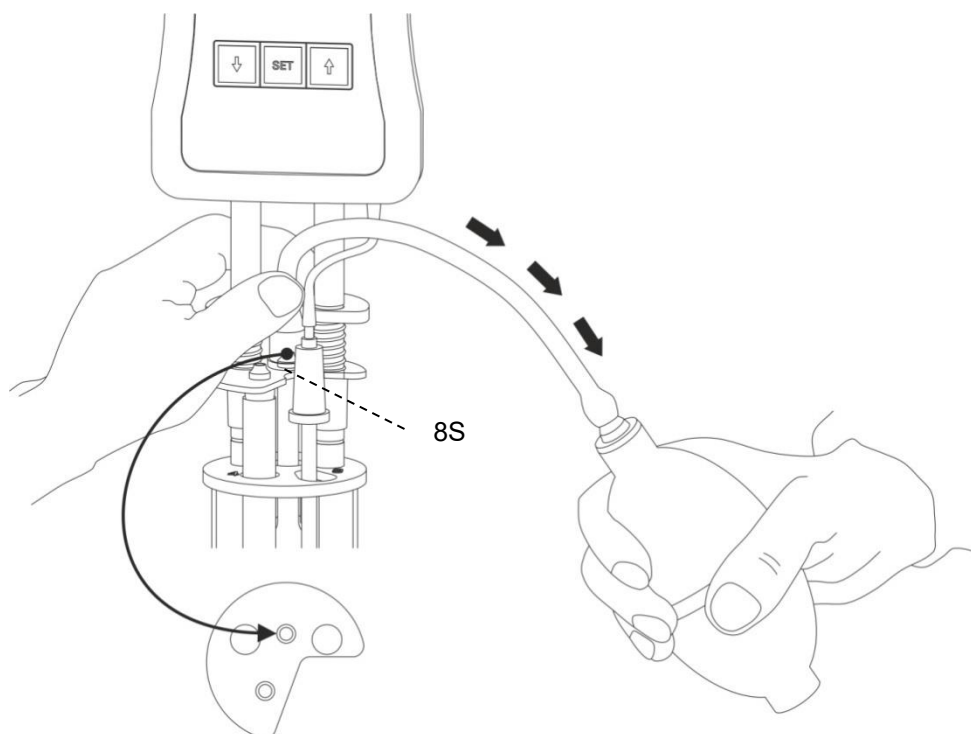

Fig. 9 Mode de travail en aspiration, avec la pompe manuelle VZ 6554
**Après avoir appuyé sur la touche de démarrage (16), ne plus pomper de liquide d'échantillon avec la pompe manuelle dans la boule de mesure!** La valve d'aération incluse du ViscoClock *plus* est ouverte. En cas d'utilisation de viscosimètre Ubbelohde (avec tube d'aération) et mode avec pression, l'échantillon serait pompé via le tube d'aération dans le ViscoClock *plus*. **Ceci résulte en un endommagement de l'appareil!**
- (b) sur le bouchon en silicone 8S via le tube capillaire (22) en mode de travail avec aspiratoir (voir  **Abb. 9**)